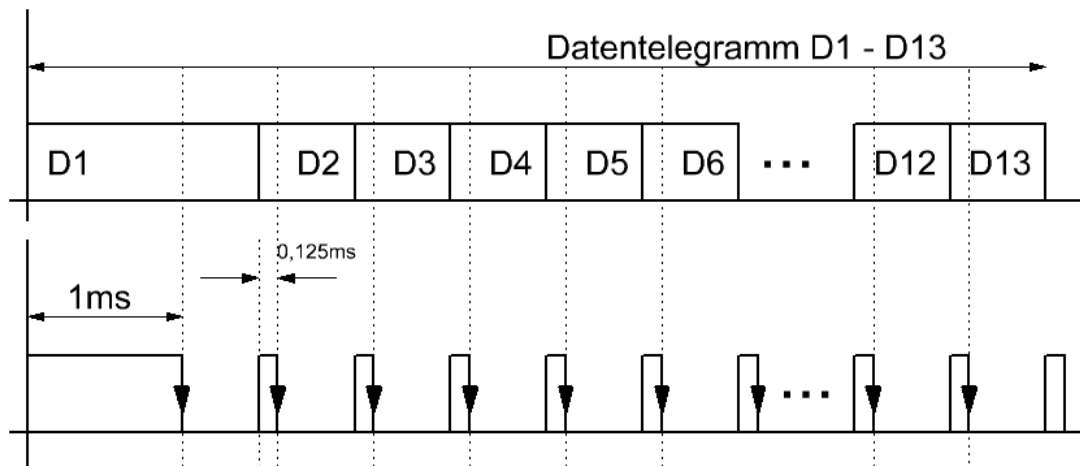

Abbildung 3.2: Zeitdiagramm des Temperaturmoduls
- 3.2 Das Temperaturmodul stellt am Anschluss „Daten“ (Pin 1) im zeitlichen Abstand von 10 s ein Datentelegramm von 13 Bit zur Verfügung. Am Anschluss „Clock“ (Pin2) wird parallel dazu ein Taktsignal ausgegeben, das die Bits des Datentelegramms trennt. Dem folgenden Zeitdiagramm (Bild 3.2) ist weiter zu entnehmen, dass die Taktimpulse 0,125 ms lang sind. Der Telegrammstart ist durch einen Taktimpuls von 1 ms gekennzeichnet. Die Pausendauer zwischen den Taktimpulsen ist nicht näher bezeichnet.